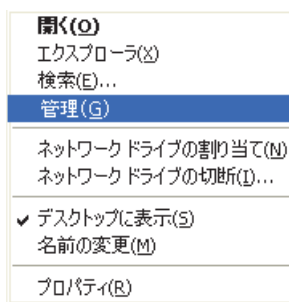

図 7-10 マイコンピュータアイコンのショートカットメニュー
2. ショートカットメニューで、**管理**をクリックします (221 ページの図 7-10 参照)。